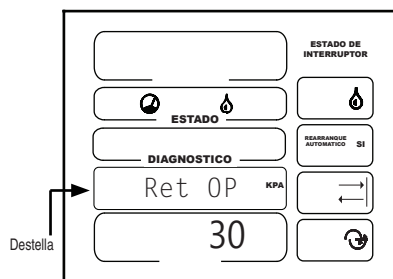

Figura 36-1
La temporización de presión en marcha tiene un margen de 0 a 5000 segundos y el valor predeterminado de fábrica está ajustado en 30 segundos de pérdida de presión continua. La temporización de presión en marcha se reposiciona cuando la presión sobrepasa el límite de presión baja. Vea la Figura 36-1.
1. Ret OP debe estar destellando. Vea la Figura 36-1